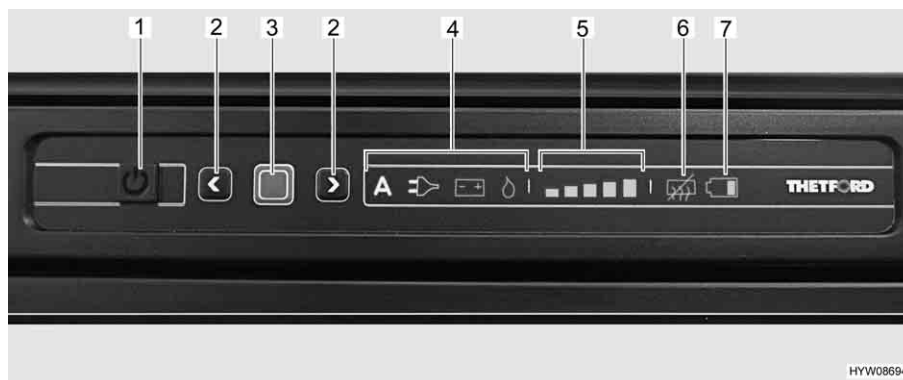

Fig. 124 Elementi di comando del frigorifero
Dopo l'accensione, il frigorifero seleziona automaticamente la regolazione del termostato impostata per ultima. Questa impostazione può essere modificata manualmente con i tasti freccia (Fig. 124,2). Le barre luminose dell'indicatore del livello di refrigerazione (Fig. 124,5) visualizzano la temperatura selezionata sul termostato.
Con i tasti freccia (Fig. 124,2) viene regolata la temperatura di refrigerazione per tutti i tre tipi di energia. Ci vogliono alcune ore prima che il frigorifero raggiunga la temperatura di esercizio impostata. Cambiando la modalità di funzionamento la regolazione del termostato non viene modificata. La temperatura di refrigerazione è indipendente dal tipo di energia utilizzata.
- Premere il tasto On/Off (Fig. 124,1) per 1 secondo. Il tasto si illumina di verde. Gli indicatori si illuminano per 10 secondi, quindi vengono smorzati per risparmiare energia.
- Premere il tasto di conferma (Fig. 124,3). L'impostazione attuale della modalità di funzionamento viene visualizzata.
- Premere il tasto di conferma (Fig. 124,3) per 2 secondi. Il simbolo della modalità di funzionamento (Fig. 124,4) lampeggia.
- Selezionare la modalità di funzionamento desiderata con i tasti freccia (Fig. 124,2).
- Premere il tasto di conferma (Fig. 124,3) per 2 secondi. I simboli della modalità di funzionamento lampeggiano.
- Premere nuovamente il tasto di conferma. L'indicatore del livello di refrigerazione (Fig. 124,5) lampeggia.
- Selezionare la potenza di raffreddamento desiderata con i tasti freccia (Fig. 124,2).
- Premere il tasto On/Off (Fig. 124,1) per circa 2 secondi. Tutte le spie si spengono.
Spegnimento: ■ Premere entrambi i tasti freccia (Fig. 124,2) contemporaneamente per circa 2 secondi. Il simbolo di disattivazione della funzione anti-condensa (Fig. 124,6) si illumina.
Accensione: ■ Premere entrambi i tasti freccia (Fig. 124,2) contemporaneamente per circa 2 secondi. Il simbolo di disattivazione della funzione anti-condensa (Fig. 124,6) si spegne.